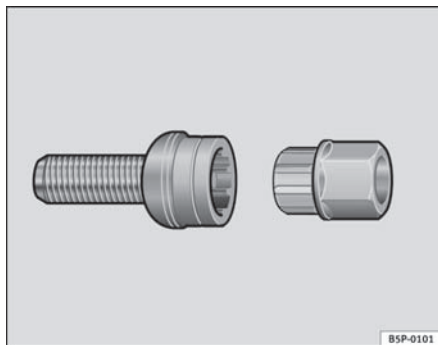

Abb. 152 Diebstahlhemmende Radschrauben
- Setzen Sie den Adapter bis zum Anschlag in der diebstahlhemmenden Radschraube ein ⇒ Abb. 152.